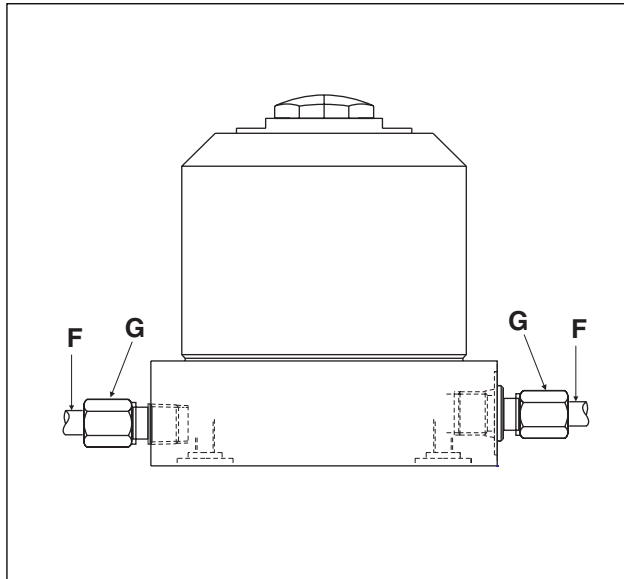
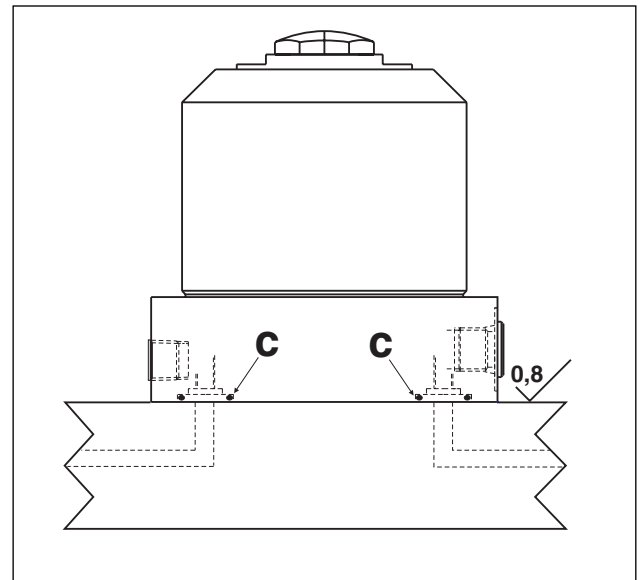

Abbildung 4 - Abstützzyylinder mit „Luftspülung“ / „Luftfederung“ bei Verwendung des seitlichen Entlüftungsanschlusses
Abbildung 5 - Abstützzyylinder mit „Luftspülung“ / „Luftfederung“ bei Verwendung des Verteilerrohr-Entlüftungsanschlusses
1. Eine Luftdruckleitung (F) an den seitlichen Entlüftungsanschluß (siehe Abbildung 4) oder an den Verteilerrohr-Entlüftungsanschluß (siehe Abbildung 5) anschließen. Falls die Leitung an den seitlichen Entlüftungsanschluß angeschlossen wird, muß zunächst das Entlüfteranschlußstück entfernt werden. Falls die Leitung an den Verteilerrohr-Entlüftungsanschluß angeschlossen wird, die Verschlußschraube und die Dichtung aus Kupfer vom Anschluß entfernen, den mitgelieferten O-Ring leicht einfetten und den O-Ring in der Senkung um den Anschluß anbringen.
3. Eine Luftdruckleitung (F) an den seitlichen Entlüftungsanschluß (siehe Abbildung 4) oder an den Verteilerrohr-Entlüftungsanschluß (siehe Abbildung 5) anschließen. Falls die Leitung an den seitlichen Entlüftungsanschluß angeschlossen wird, muß zunächst das Entlüfteranschlußstück entfernt werden. Falls die Leitung an den Verteilerrohr-Entlüftungsanschluß angeschlossen wird, die Verschlußschraube und die Dichtung aus Kupfer vom Anschluß entfernen, den mitgelieferten O-Ring leicht einfetten und den O-Ring in der Senkung um den Anschluß anbringen.